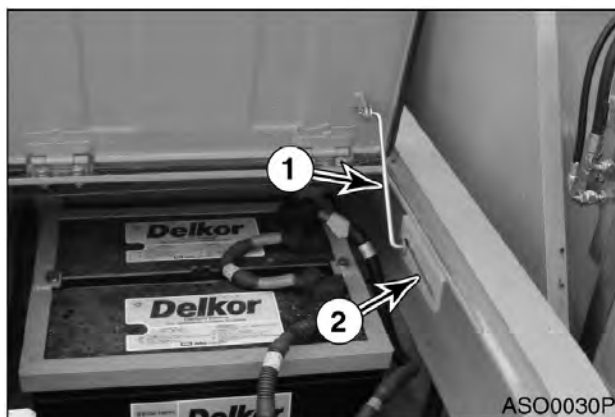

Рис. 104
Открыть дверь и вытянуть опорный стержень (1, рис. 104) в отверстие (2), пока он не заблокируется в прорези в конце щели.